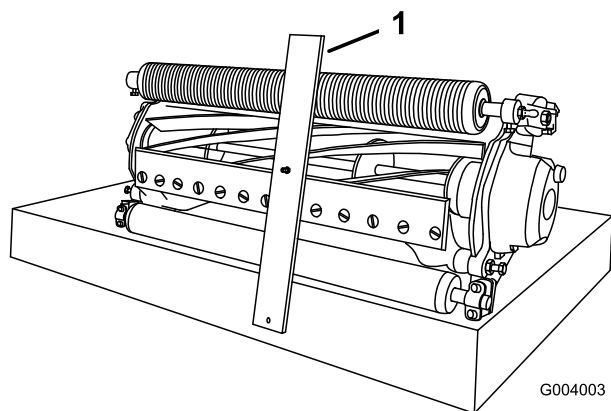

図 16
- ゲージバーのボルトの頭を下刃の先端に引っかけ、バーの後端を後ローラに当てがう図 16。